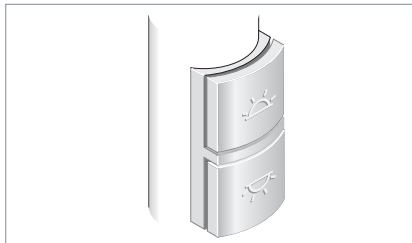

Fig. 12: Tasten.
- ▶ Drücken Sie die obere Taste, siehe Fig. 12.
- ▶ Drücken Sie die untere Taste, siehe Fig. 12.
- ▶ Drücken Sie die obere Taste und halten Sie diese Taste gedrückt, siehe Fig. 12. Nach ungefähr einer Sekunde verändert die Leuchte ihre Helligkeit.
- ▶ Drücken Sie die untere Taste und halten Sie diese Taste gedrückt, siehe Fig. 12. Nach ungefähr einer Sekunde verändert die Leuchte ihre Helligkeit.
- ▶ Drücken Sie gleichzeitig beide Tasten und halten Sie die Tasten zehn Sekunden gedrückt, siehe Fig. 12.